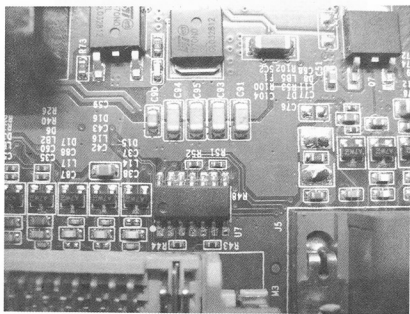

图 5-48 行场同步线路走向 1
(7) 从 08 门的输入端开始跑线，经过一小段线路后，穿过 PCB 到达反面，此位置有 4 个过线孔，如图 5-48 所示。